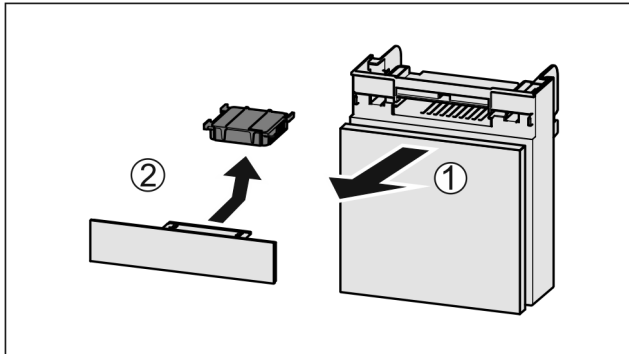

Fig. 81
- ▶ Вытянуть Fig. 81 (1) отделение движением вперед.
- ▶ Извлечение Fig. 81 (2) фильтра с активированным углем.